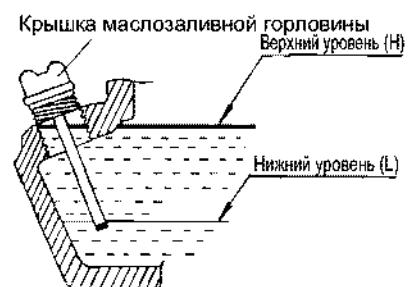

Рис. 54
4. Наливайте масло до верхнего предела, который указан на крышке маслозаливной горловины (Рис. 54)